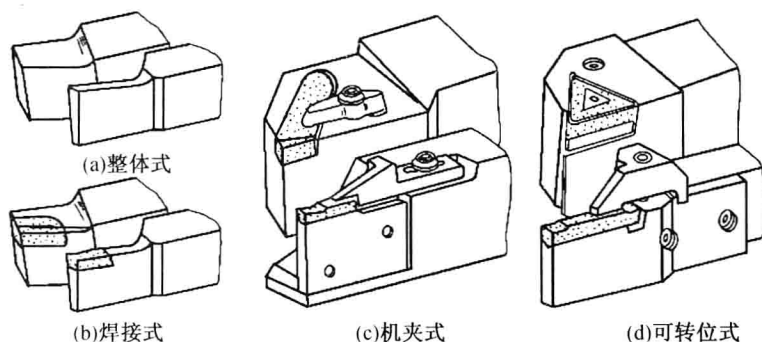

图 1-2-1 车刀的结构类型
(1) 按结构形式分(如图 1-2-1 所示)
①整体式:刀体和刀柄由同一种材料制成,用整体高速钢制造,刃口可磨得较锋利。
②焊接式:通过焊接的方法连接刀头和刀体,结构紧凑,使用灵活。
③机夹式:通过机械压紧的方法连接刀头和刀体,避免了焊接产生的应力、裂纹等缺陷,刀杆利用率高。
④可转位式:无须刃磨就可使用,避免了焊接产生的缺陷。刀片可快速转位,生产率高、切削稳定。